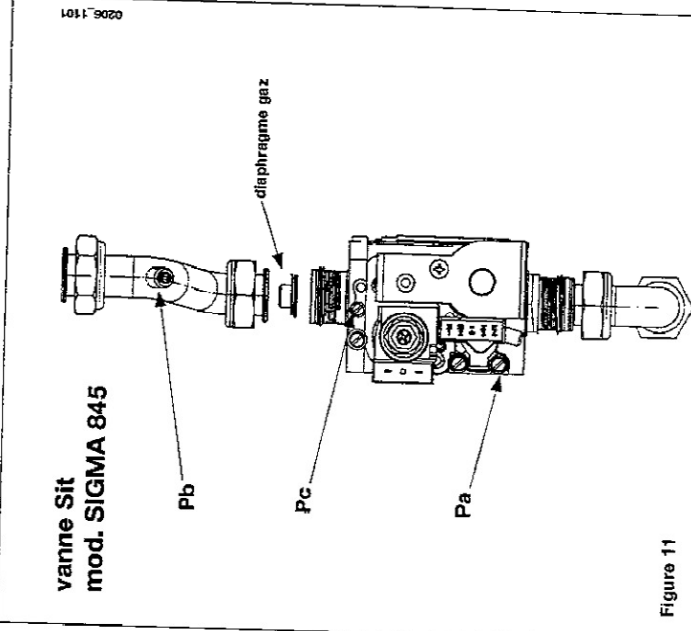

Figure 11
- relier la prise de pression positive d'un manomètre différentiel, si possible à eau, à la prise de pression (Pb) de la soupape du gaz (figure 11). Brancher la prise négative - des modèles à chambre étanche - du manomètre à un "r" afin de relier la prise d'équilibrage pression de la chaudière, la prise d'équilibrage pression de la vanne gaz (Pc) et le manomètre. (On obtient le même résultat en reliant le manomètre à la prise de pression (Pa) sans le panneau avant de la chambre étanche);
- Vérifier que la pression d'alimentation de la chaudière, mesurée à la prise de pression (Pa) de la vanne gaz (Figure 11) est correct (**37 mbar** pour le gaz propane, **28 mbar** pour le gaz butane, **20 mbar** pour le gaz méthane ou **25 mbar** pour le gaz G25);